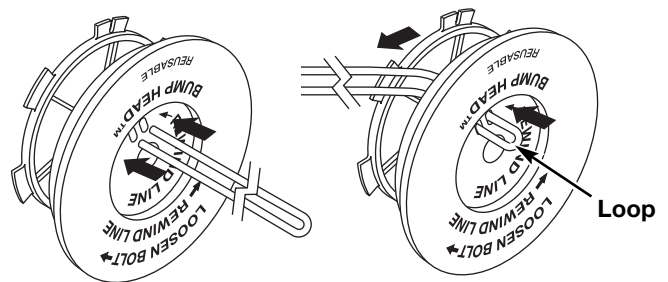

Fig. 27
6. Tome aproximadamente 5 m (16 pies) de nueva línea de corte, enlácela en dos longitudes iguales. Inserte cada extremo de la línea a través de uno de los dos orificios del carrete interior (Fig. 27). Pase la línea a través del carrete interior de modo que el lazo sea lo más pequeño posible.